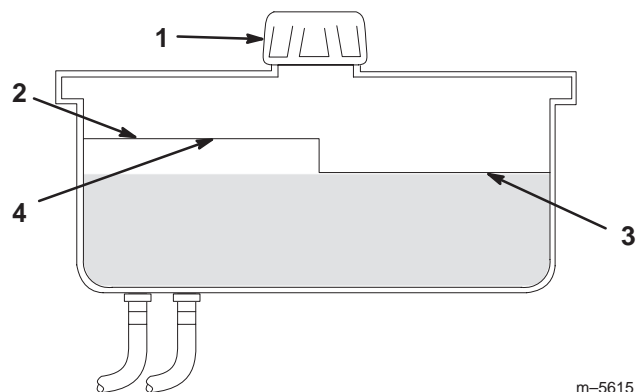

Figure 45
2. Nettoyez la surface autour du goulot de remplissage du réservoir hydraulique (Fig. 45).
3. Enlevez le bouchon du goulot de remplissage et vérifiez si le réservoir contient du liquide (Fig. 45).
**Remarque :** Lorsque l'huile est chaude, le niveau de liquide doit atteindre le haut du repère **à chaud** sur le déflecteur (Fig. 45).